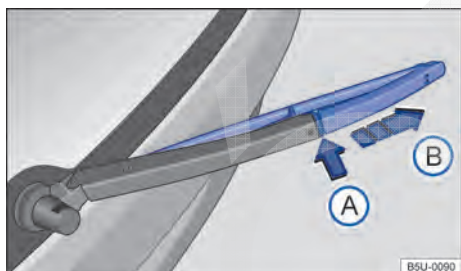

Fig. 146 Substituir a palheta do limpador do vidro traseiro.
- Manter a tecla de destravamento → Fig. 146 Ⓜ️ pressionada.